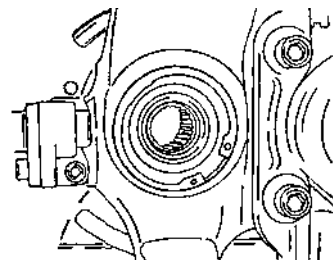

Рис. 5.16.
- извлечь из отверстия поворотного кулака внутреннее стопорное кольцо (рис. 5.16);